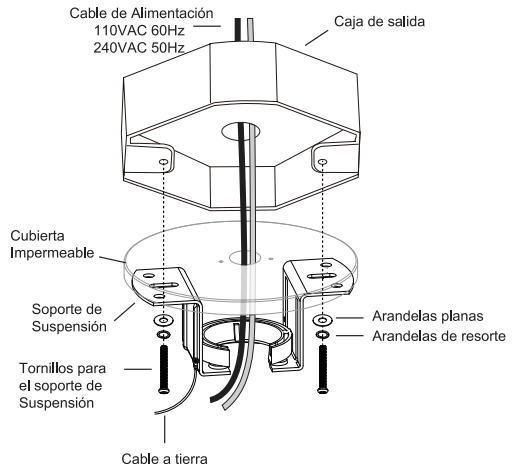

Fig.5
Paso 1. Pase los cables de suministro a través de la cubierta impermeable y el soporte para colgar en el techo tal como se muestra en la Fig.5.